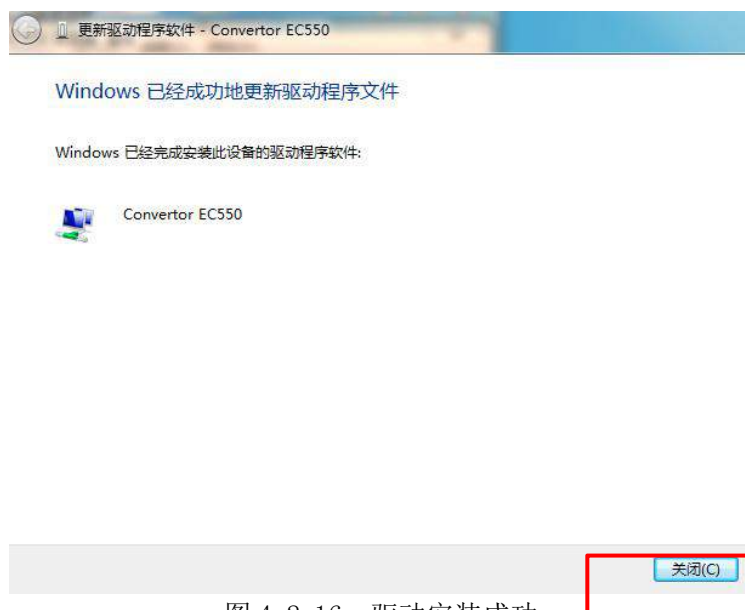

图 4-2-16. 驱动安装成功
- 5) 如图 4-2-16 所示，提示安装成功，点击【关闭】即可。